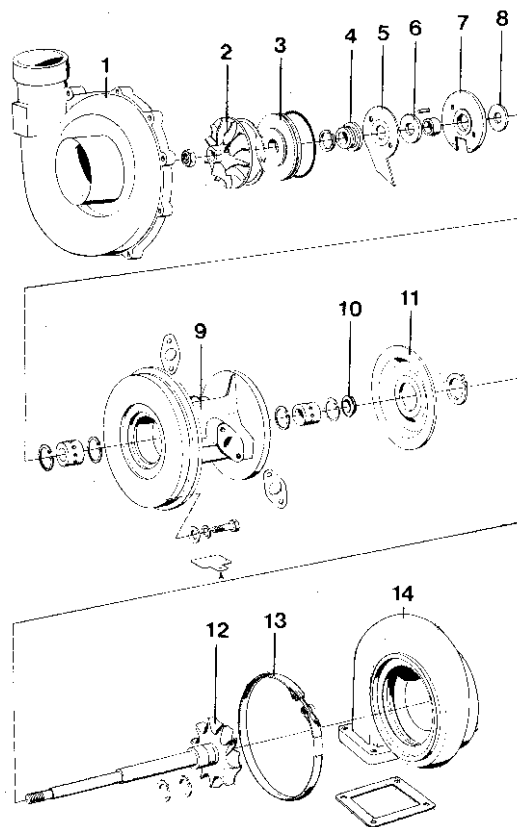

Fig. 203. Holset 4 LGK
2. Ritsa in överensmärken mellan turbinhuset (14, fig. 203), lagerhuset (9) och kompressorhuset (1).